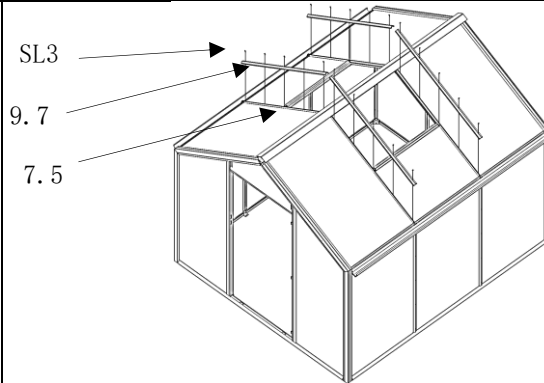

Abb. 104
- die Eindeckprofile (Pos. 9.7) werden außen auf die Dachsprossen (Pos. 7.5) aufgesetzt und mit je 5 x Senkkopf-Bohrschrauben 4.2x16 (Pos. SL3) verschraubt. (Abb. 104)